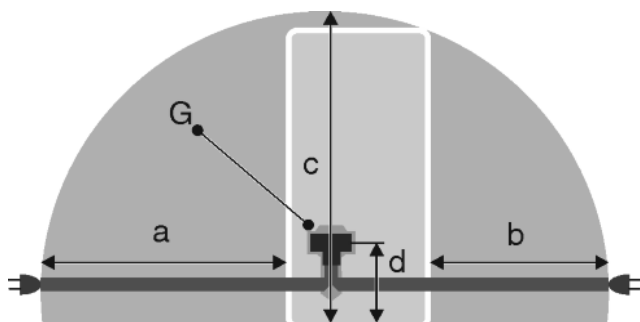

Fig. 22
- La prise de courant est en dehors de la zone postérieure de l'appareil dans la zone concernée. Fig. 22 (a, b, c)
- Introduire la fiche de l'appareil Fig. 22 (G) au dos de l'appareil. Veiller à ce qu'elle s'introduise correctement.